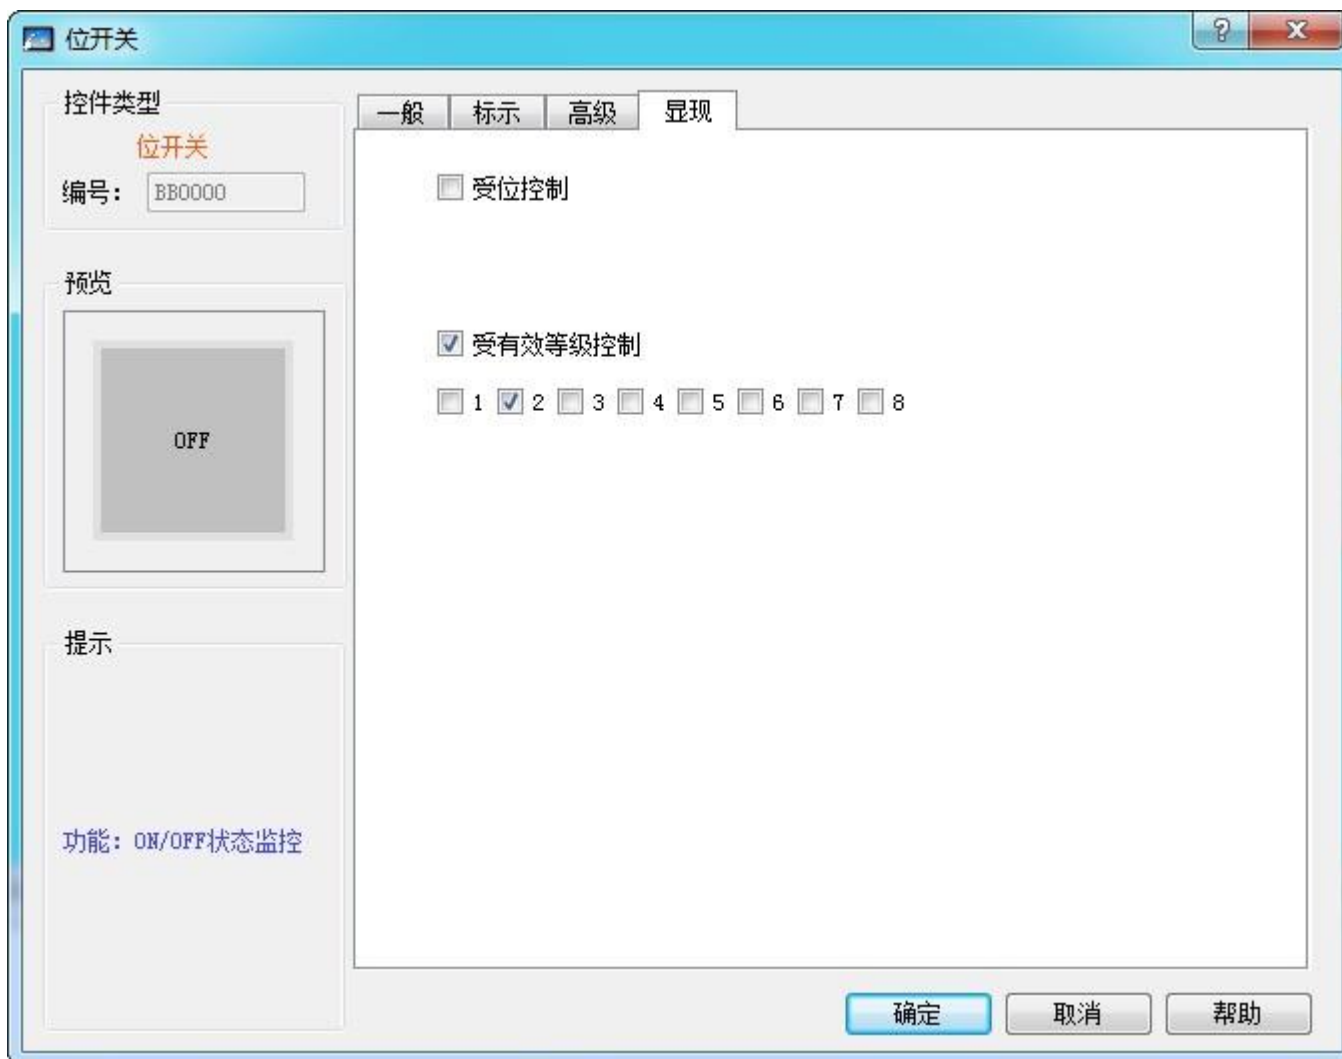

图 4-75 位开关显现页面
- 选择“显现”页面，显示“显现”属性，该页面主要是用于设置该控件是否显示或者隐藏。如图 4-75 所示：